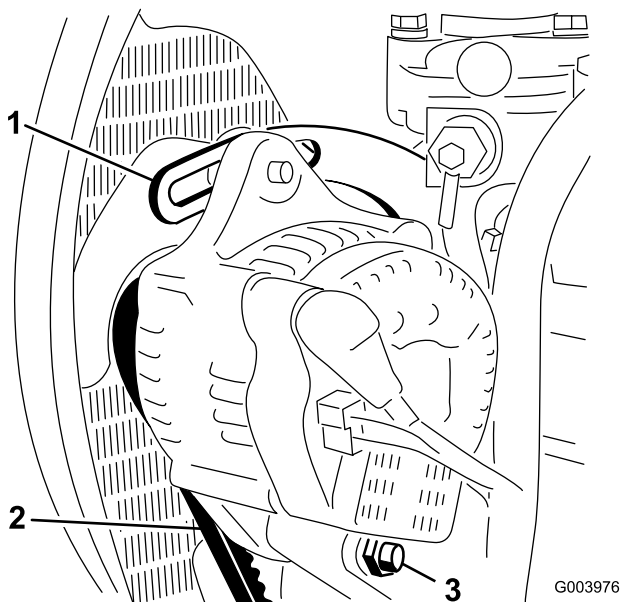

Figura 61
2. Compruebe la tensión de la correa del alternador flexionándola con una presión moderada del dedo pulgar en el punto intermedio entre el alternador y la polea del motor (Figura 61).
3. Afloje el perno que fija el tirante al motor (Figura 61), el perno que fija el alternador al tirante y el perno de pivote.